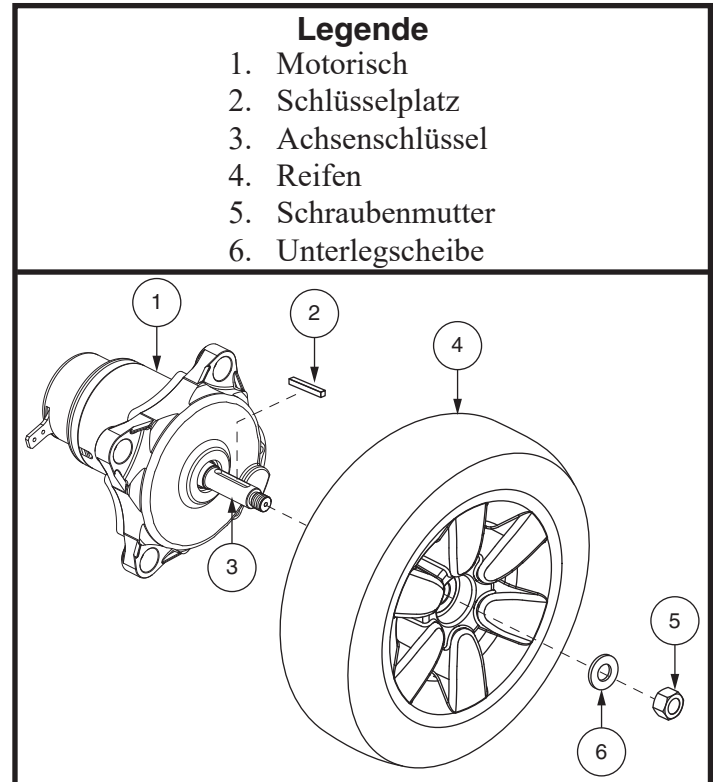

Bild 18. Antriebsrad auseinandergebaut
6. Entfernen Sie die Schraubenmutter und Unterlegscheibe des Antriebsrades von der Achse. **Siehe Bild 18.**
7. Nehmen Sie das Antriebsrad von der Achse. Achten Sie darauf, den Schlüssel nicht zu verlieren. **Siehe Bild 18.**
12. Schrauben Sie die Schraubenmutter und Unterlegscheibe wieder fest. Siehe Bild 18.